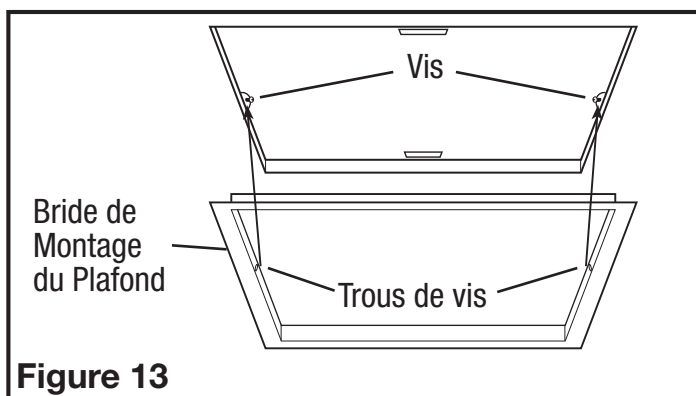

**Figure 11**
- 2a. **MODÈLES STANDARDS ET AVEC DÉTECTION D'HUMIDITÉ :** branchez les câbles à 2 broches du ventilateur et les câbles à 3 broches de connexion rapide du moteur dans la prise correspondante située sur le couvercle du compartiment de fil. Ces câbles ne s'adaptent que dans un sens dans les réceptacles (**Figure 11**).